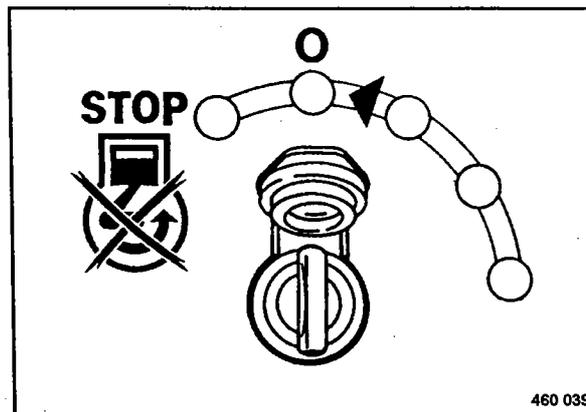

Fig. 69
- Colocar el interruptor de encendido y arranque (Fig. 69) en posición "0" y extraer la llave de encendido.